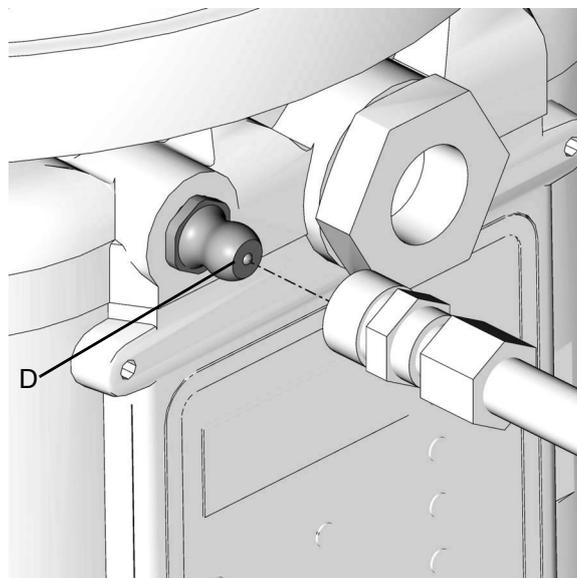

FIG. 18
- Nettoyer toujours le raccord (D) (FIG. 18) avec un chiffon propre et sec avant de remplir le réservoir. La poussière et/ou des débris peuvent endommager la pompe et/ou le système de lubrification.
1. Raccorder le flexible de remplissage au raccord Zerk d'entrée de remplissage (FIG. 18).
2. Raccorder le flexible de remplissage au raccord Zerk d'entrée de remplissage (voir FIG. 18).
1. Raccorder le flexible de remplissage au raccord Zerk d'entrée de remplissage (voir FIG. 18).